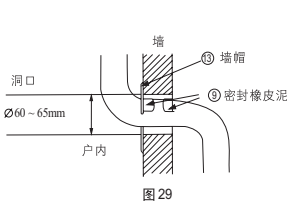
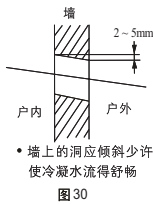
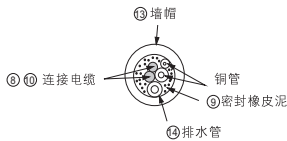

图29
图30
图31
- 2 用附件 ⑬ 墙帽及附件 ⑭ 密封橡皮泥来整理墙上的洞,如图29、图30、及图31。